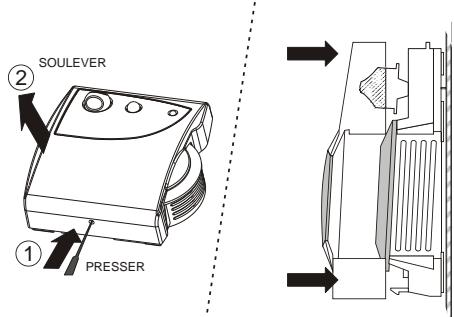

Fig. 1. Démontage / remontage du couvercle
Les combinés CLCM1T,2T,4T,5T,6T sont livrés avec une embase à monter séparément pour faciliter l'installation; pour le démonter de l'embase, voir Fig. 1.
- Démontez le couvercle comme le montre la Fig. 1.